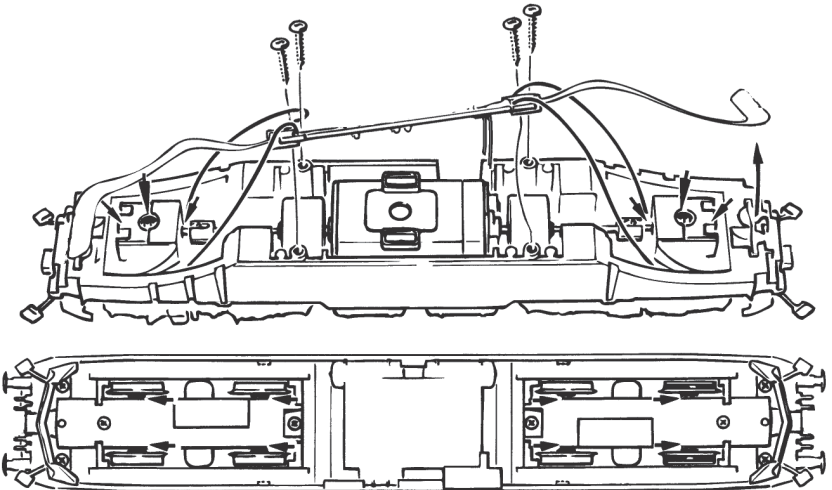

Fig. 9
4. Kohlebürstenwechsel: Lokgehäuse abnehmen (Fig. 4). Danach wird der Motor ausgebaut und die Kohlebürsten ausgewechselt (Fig. 9).
4. Carbon Brush Changing: First remove loco body (fig. 4), and then the motor (fig. 9).
4. Remplacement des balais du moteur: Démontez la caisse (fig. 4). Démontez ensuite le moteur et échangez le balais (fig. 9).